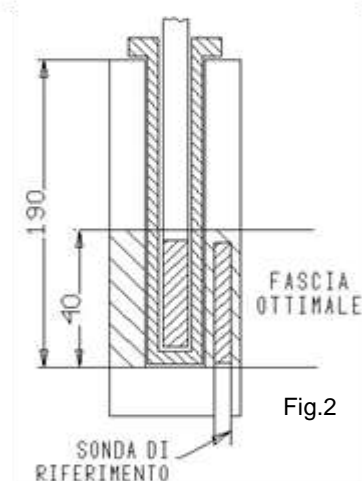

Fig.2
- Accertarsi che la sonda sia inserita sino in fondo in modo che il sensore di misura sia dentro alla fascia ottimale del blocco (fig.2).